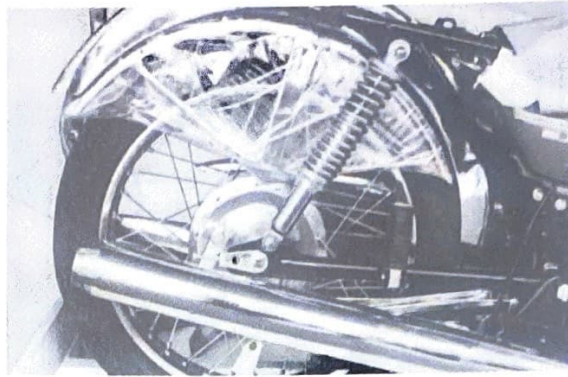

Fig. 8
1. Remove the front fender held between the rear tire and the rear fender. Next, remove the front wheels and tail/stop light. (Fig. 8)
1. Retirer le garde-boue avant, inséré entre le pneu et le garde-boue arrière. Ensuite, retirer la roue avant et les feux arrière et stop. (Fig. 8)